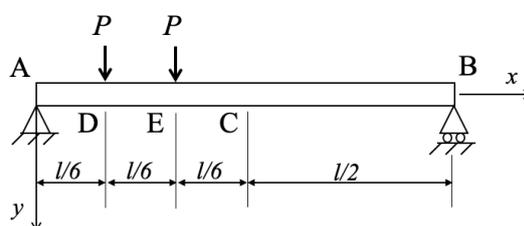
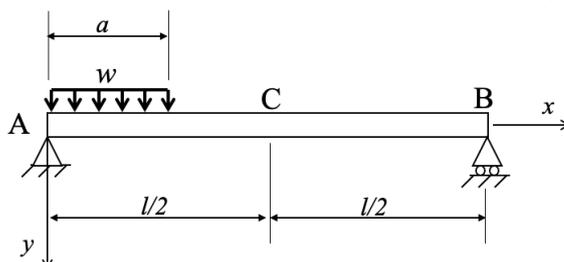

図 A2-4
図 A2-5
- (2) 長さ l の両端支持はり AB に対し、図 A2-3、図 A2-4、図 A2-5 に示すように荷重を与えた。このとき、以下の文章の空欄を埋めなさい。ただし、はりの断面二次モーメント I は軸方向に沿って一様であり、はりの縦弾性係数は E とする。はりの自重は無視してよい。
続いて、図 A2-4 に示すような両端支持はり AB に対し、点 D と点 E にそれぞれ集中荷重 P を y 軸方向に作用させる場合を考える。そのときの中点 C ($x=l/2$) でのはりのたわみ y_C は、 $y_C = \boxed{\text{コ}}$ となる。
最後に、図 A2-5 に示すように $0 \leq x \leq a$ (ただし $a \leq l/2$) に分布荷重 w が作用している場合を考える。 $0 \leq x \leq a$ における位置 x からはじまる微小区間 dx を考える。この微小区間 dx にかかる荷重が、はりの中点 C におよぼすたわみ dy は、 $dy = \boxed{\text{サ}}$ と表すことができる。よって、図 A2-5 の $0 \leq x \leq a$ にかかる分布荷重 w が、はりの中点 C におよぼすたわみ y_C は、 $y_C = \boxed{\text{シ}}$ となる。